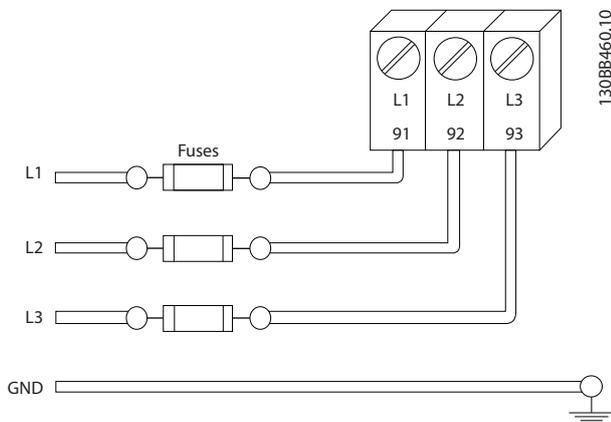

图 2.4 变频器熔断器
- 必须为所有变频器都提供短路和过电流保护。为了提供这种保护，须采用输入熔断装置，请参阅 *图 2.4*。如果出厂时没有附带熔断器，则须由安装商作为安装的一部分而提供。请参阅 *10.3.1 保护中的熔断器最大额定值*。
- 必须为所有变频器都提供短路和过电流保护。为了提供这种保护，须采用输入熔断装置，请参阅图 2.4。如果出厂时没有附带熔断器，则须由安装商作为安装的一部分而提供。请参阅 10.3.1 保护中的熔断器最大额定值。